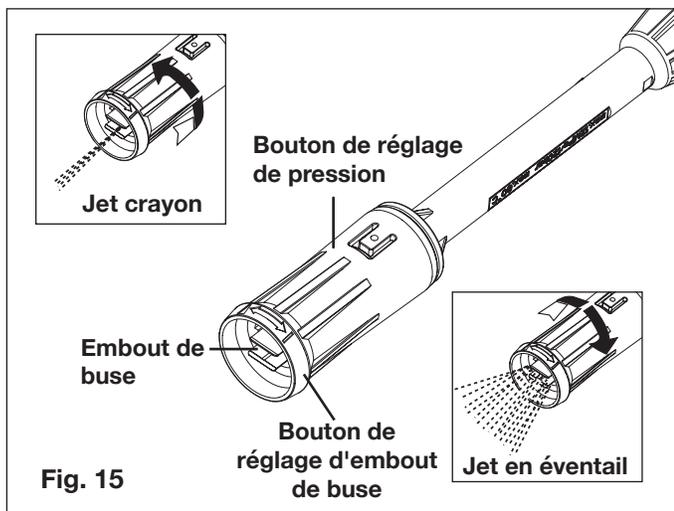

Fig. 15
2. La pression d'eau peut être réglée, d'une pression faible (-) à une pression élevée (+), en tournant le bouton de réglage de pression. L'embout de la buse peut se régler pour passer d'un jet crayon (embout complètement ouvert) à un jet en éventail (embout étroit) : il suffit de tourner le bouton de réglage d'embout de buse (Fig. 15).